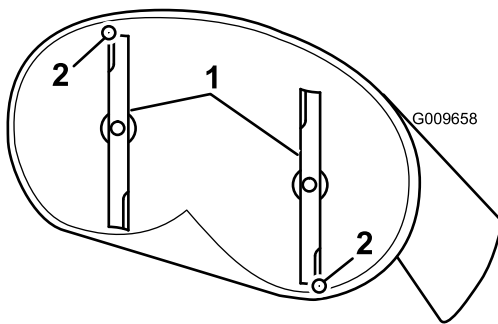

Figure 56
4. Faites pivoter les lames avec précaution pour faire passer les pointes avant à l'arrière (Figure 56).
5. Mesurez la distance entre la pointe de la lame avant et la pointe de la lame arrière par rapport à la surface plane (Figure 56). Si la pointe avant de la lame n'est pas de 1,6 à 7,9 mm plus basse que la pointe arrière, réglez le contre-écrou avant.
8. Une fois le réglage effectué, vérifiez à nouveau l'inclinaison avant/arrière des lames. Poursuivez le réglage de l'écrou jusqu'à ce que la pointe avant de lame soit de 1,6 à 7,9 mm plus basse que la pointe arrière (Figure 56).